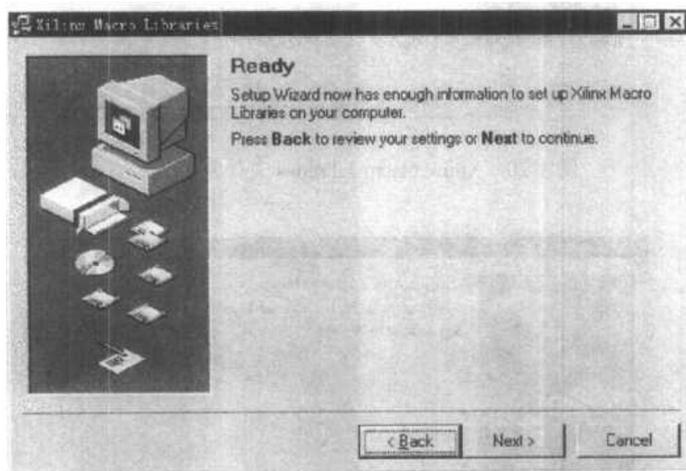

图 1-18 准备 Xilinx Macro Libraries 的安装
(18) 接下来,安装向导会提示读者所有的必要信息已经输入,准备进行安装了,如图 1-18 所示。